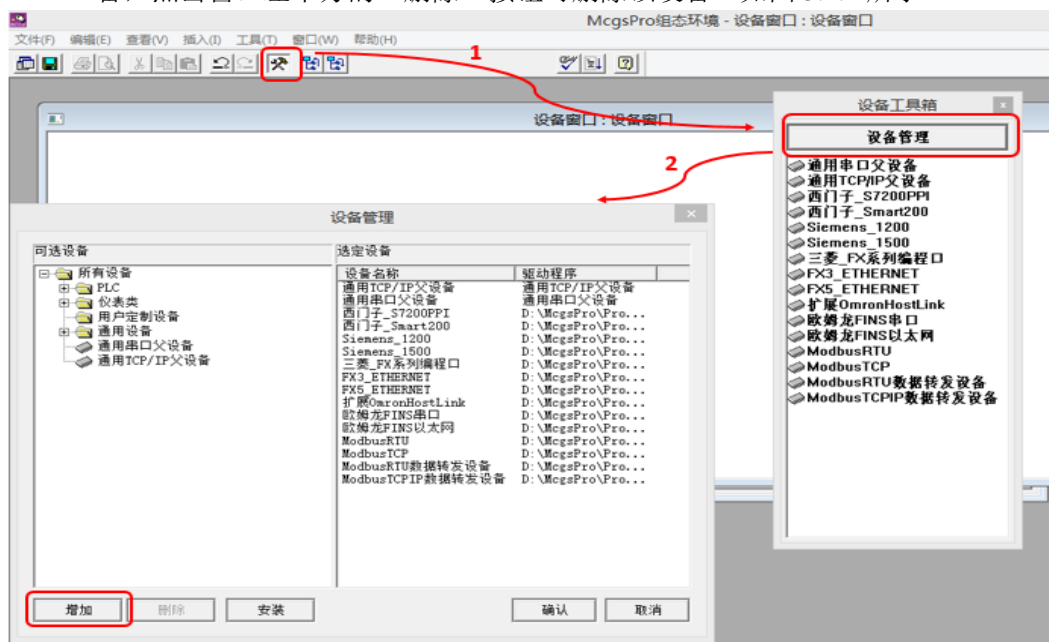

图 3.2.2
- 要添加或删除设备工具箱中的设备驱动时，可点击设备工具箱顶部的“设备管理”按钮。打开“设备管理”窗口。在“设备管理”窗口左侧的“可选设备”区域的树形目录中找到需要的设备，双击即可添加到“选定设备”区域。选中“选定设备”区域里的设备，点击窗口左下方的“删除”按钮可删除该设备。如图 3.2.2 所示。